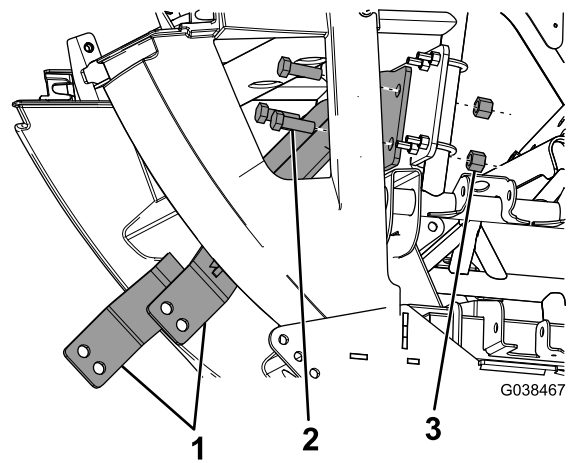

Bild 10
10. Befestigen Sie die langen Halterungen mit vier Schrauben (1/2") und vier Sicherungsmuttern (1/2") an der oberen Halterung, wie in Bild 10 abgebildet.